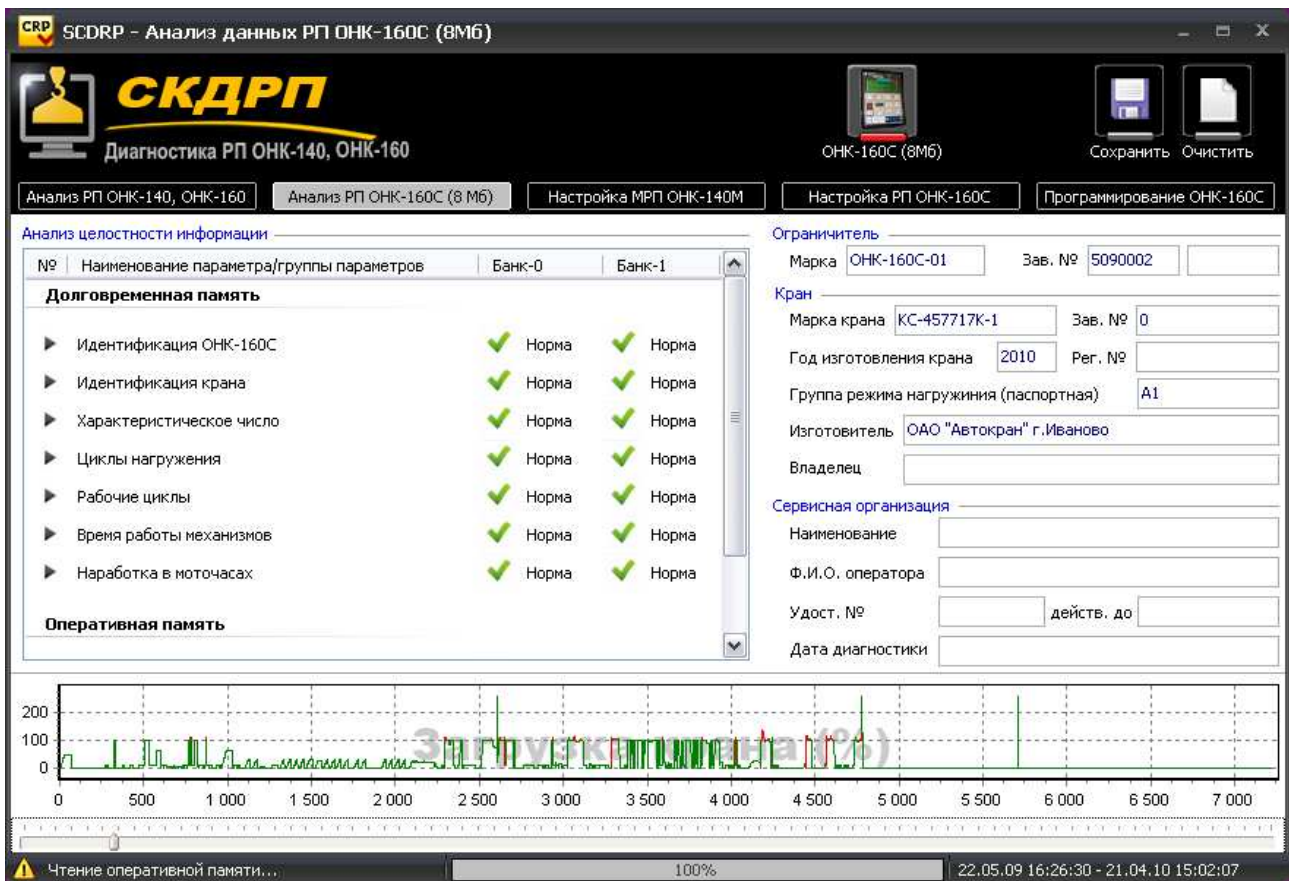

Рисунок 33. Завершение считывания информации из РП ОНК-160С (8МБ).
- После обнаружения искомого фрагмента, необходимо дождаться завершения чтения оперативной информации (100%) (Рисунок 33).